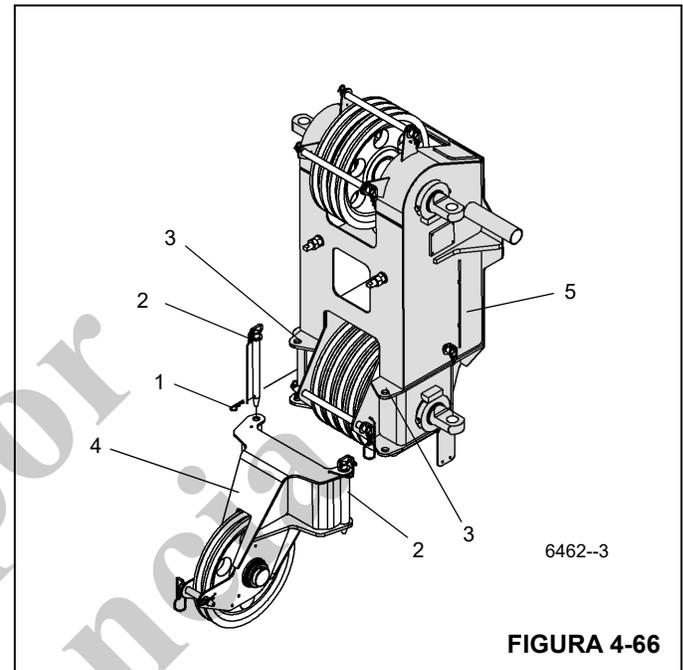

FIGURA 4-66
La punta de la pluma de polea única auxiliar está colocada delante de la cabeza de la pluma principal y está fijada con dos pasadores (2) (Figura 4-66).
- Quite los pasadores de retención (1) y retire los dos pasadores (2) que aseguran la punta de la pluma de polea única auxiliar a las escudras de montaje de la punta de la pluma principal (3).
- Eleve la punta de la pluma de polea única auxiliar (4) de las escudras de montaje de la punta de la pluma principal (3).